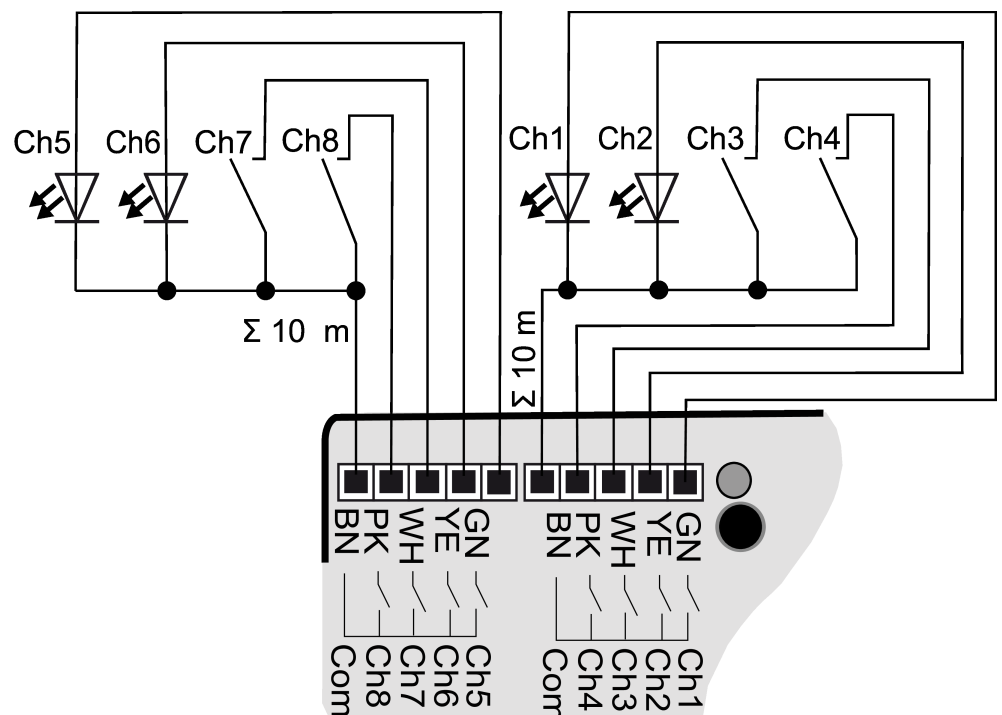
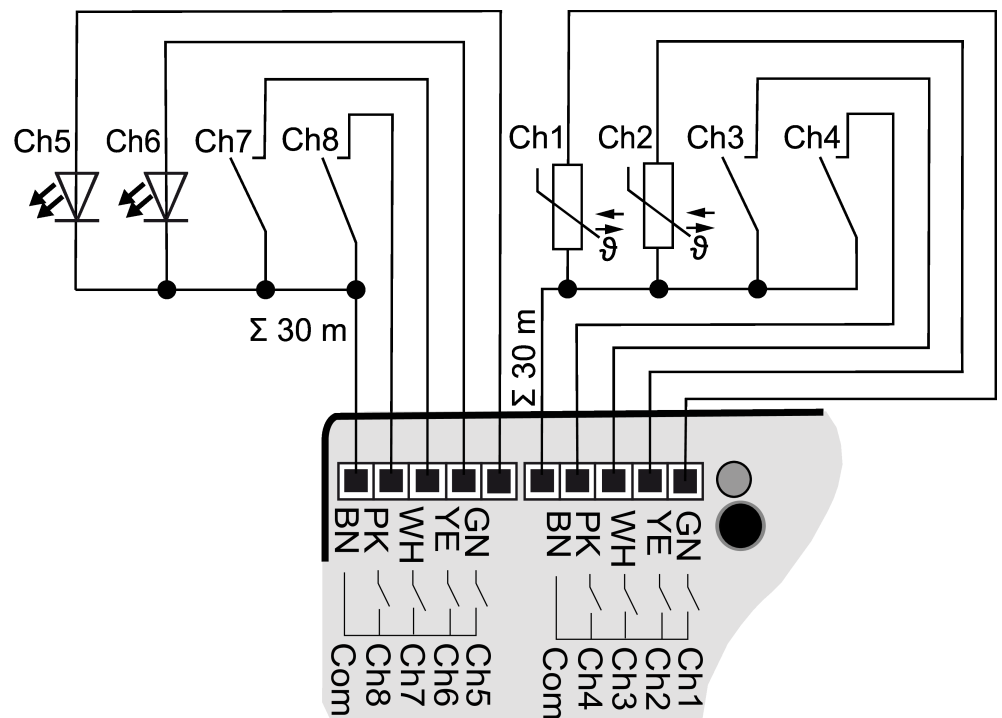

Figura 5: Ejemplo de conexión de interfaz de pulsadores octúples
Figura 6: Ejemplo de conexión con salidas conectadas en paralelo
- Conectar pulsadores, interruptores, contactos, LED o NTC siguiendo los ejemplos de conexión con los cables de conexión adjuntos (4) (véase figura 5) a (véase figura 6). Los ejemplos de conexión muestran el uso con entradas y salidas.
Para incrementar la corriente de salida también pueden conectarse en paralelo salidas con la misma parametrización, en el ejemplo (véase figura 6) **Ch1-Ch3** están conectadas aquí en paralelo.